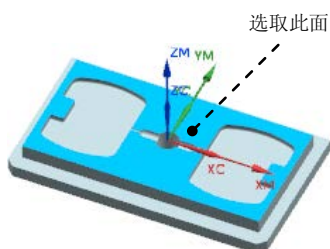

图 18.8 指定顶面
(1) 单击“钻”对话框中 **指定顶面** 右侧的  按钮, 系统弹出“顶面”对话框。
(2) 在“顶面”对话框中的 **顶面选项** 下拉列表中选择 **面** 选项, 然后选取图 18.8 所示的面。
(3) 单击“顶面”对话框中的 **确定** 按钮, 返回“钻”对话框。